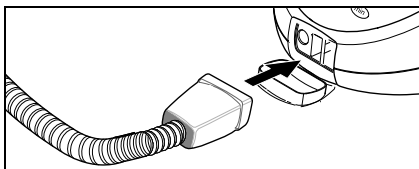

Fig. 5
- Introduceți fișa pentru abur (C7) și fixați-o în priză (A1). Astfel, cele două blocatoare ale fișei pentru abur trebuie să intre în capacul prizei aparatului (vezi fig. 5).